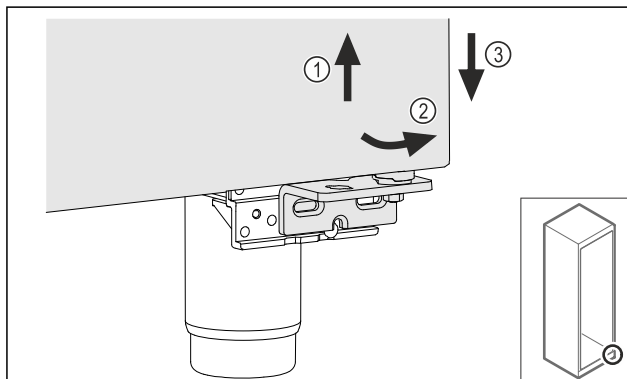

Fig. 27
- ▶ Lyft upp dörren något Fig. 27 (1), luta den framåt nedtill Fig. 27 (2) och sänk ned den Fig. 27 (3).